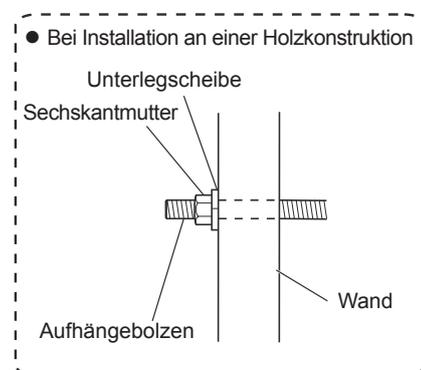

Abb. 2
- Bei der Installation an einer Holzkonstruktion bohren Sie ein Loch in die Wand und installieren eine handelsübliche Aufhängeschraube (M10) mit einer handelsüblichen Unterlegscheibe (M10) und Sechskantmutter (M10). (Abb. 2)